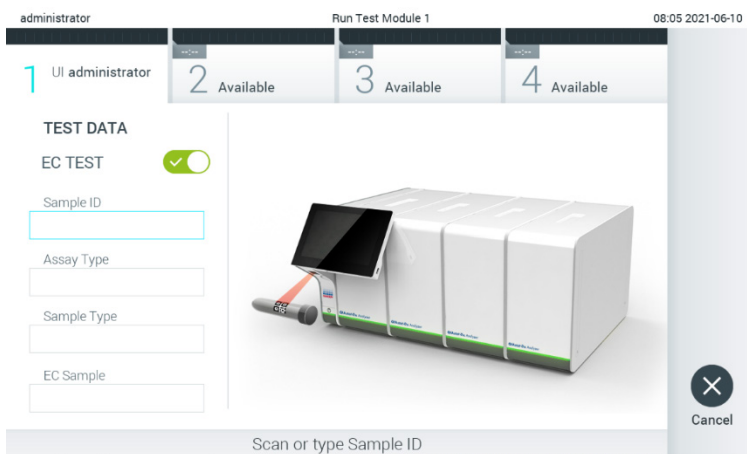

Figure 89. Activer le bouton à bascule EC Test (Test EC) pour activer un test EC.
2. Activez le bouton à bascule de test EC (figure 89).
3. Lorsque vous y êtes invité, scannez le code-barres de l'ID d'échantillon avec le lecteur de code-barres intégré au module opérationnel (figure 89)